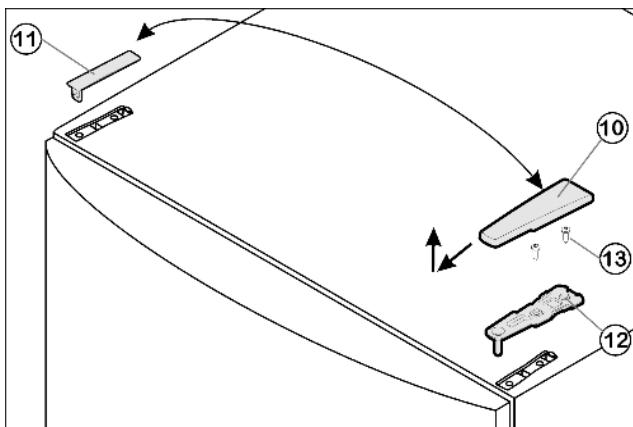

Fig. 4
- ▶ Потяните крышку Fig. 4 (10) вперед и вверх.
- ▶ Снимите крышку Fig. 4 (11).
- ▶ Открутите верхний опорный кронштейн Fig. 4 (12)(2 шт. Torx® 25) Fig. 4 (13) и вытяните вверх.
- ▶ Установите верхний опорный кронштейн Fig. 4 (12) на новой стороне шарнира и защелкните в дверце.
- ▶ Прикрутите верхний опорный кронштейн Fig. 4 (12) (**с моментом 4 Нм**) (2 шт. Torx® 25) Fig. 4 (13). При необходимости проделайте отверстия или используйте аккумуляторную отвертку.
- ▶ Защёлкните крышку Fig. 4 (10) и крышку Fig. 4 (11) на противоположной стороне.